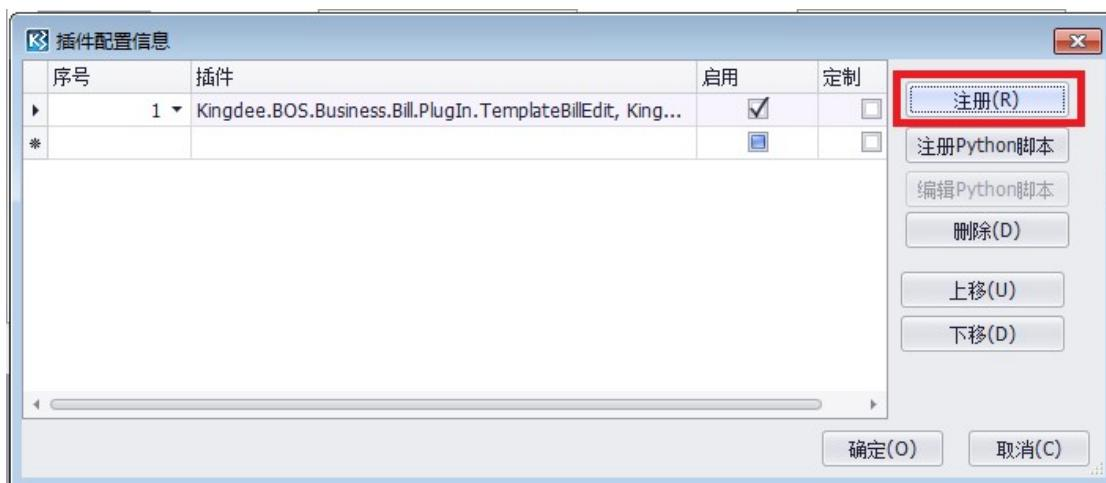

图 11-1-5 注册插件
6、在插件列表界面, 点击注册插件, 图 11-1-5 所示: